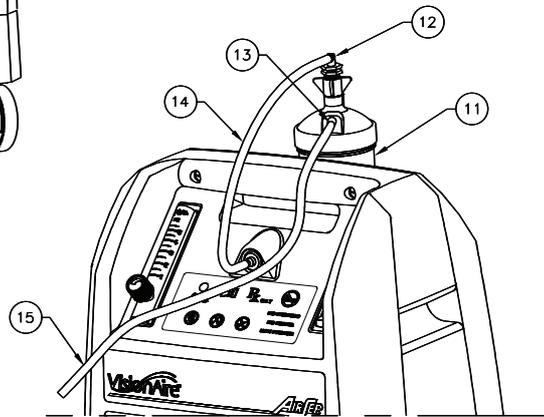

Abb. I.3
I. 3. Installation des Befeuchters (optional) (Abb. I. 3) .....	2-DE
### I. 3. Installation des Befeuchters (optional) (Abb. I. 3)